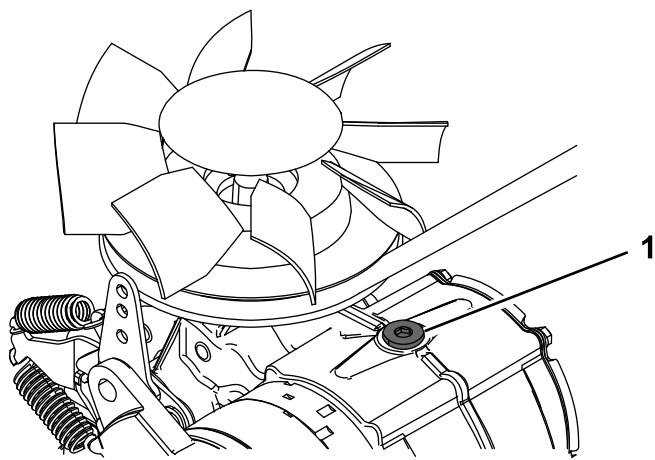

Figure 51
10. Dévissez le bouchon d'aération sur chaque transmission jusqu'à ce qu'il soit desserré (Figure 51).